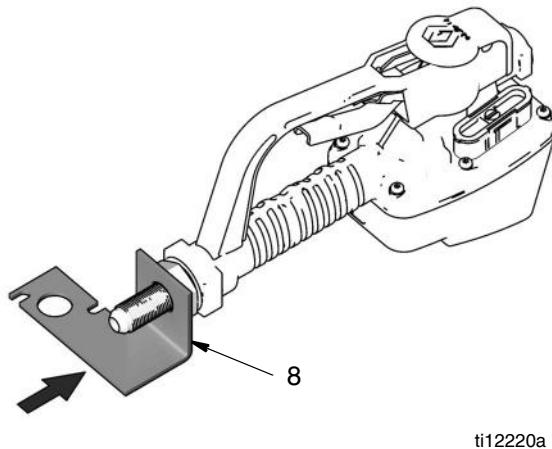

Рис. 7
7. Оденьте кронштейн (8) поверх резьбы фитинга с перемычкой (3). Правильное положение кронштейна относительно расходомера см. на Рис. 7. Правильного положения кронштейна можно также достичь, если следовать шагам а-б, приведенным ниже.
- a. Выньте расходомер из тисков и положите на мягкую поверхность передней частью вниз таким образом, чтобы кронштейн оказался перпендикулярным плоской верхней части расходомера (Рис. 7).
- b. Выровняйте кронштейн (8) относительно расходомера. Чтобы установить соединительную конструкцию на м/р колонку, кронштейн должен быть параллельным передней части расходомера и направленным в правильную сторону (Рис. 7).